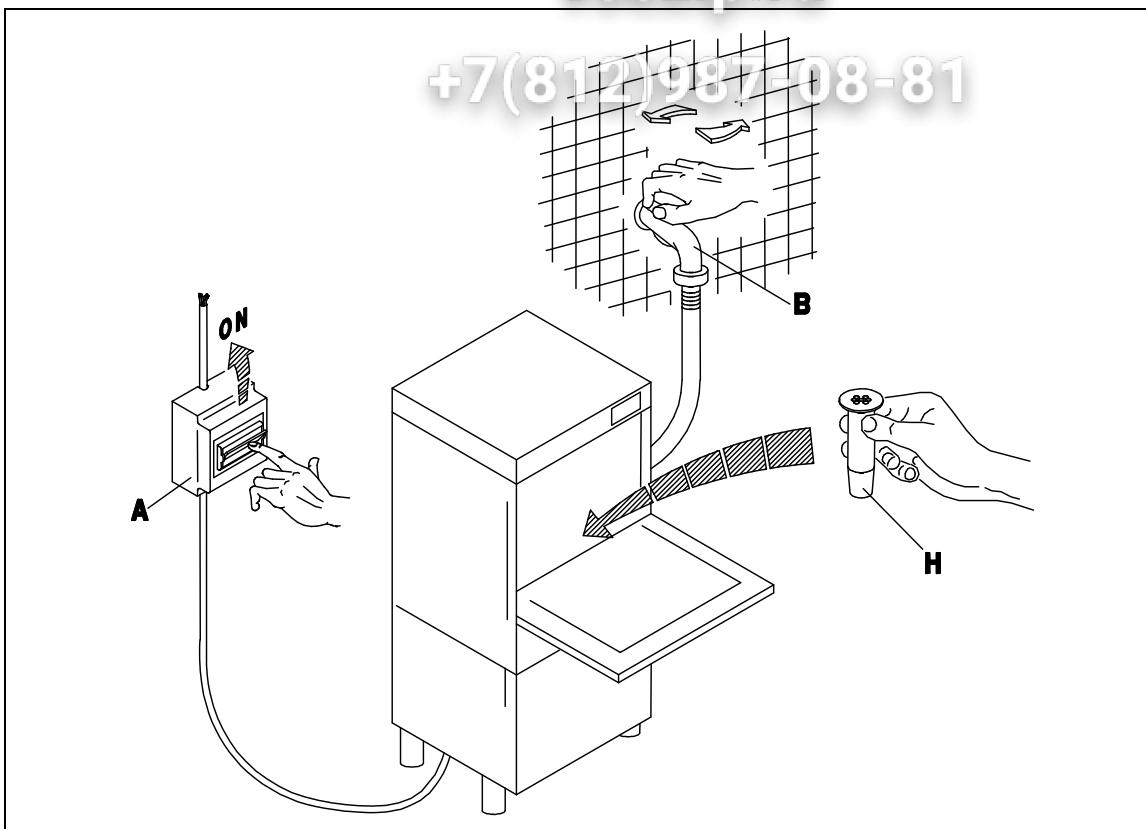

Fig. 3-1
- Aprire il rubinetto dell'acqua (B), inserire l'interruttore generale (A). Attivare l'interruttore principale dell'apparecchio (1), ne conseguirà l'accensione della spia (A) evidenziando che la macchina è sottoposta a tensione. A porta chiusa l'apparecchio si riempie d'acqua e alla fine del carico, si inseriscono automaticamente le resistenze della vasca e del boiler in alternanza. Il funzionamento delle resistenze è reso visibile dall'accensione delle spie (D) ed (E). Quando entrambe le spie si spengono l'acqua avrà raggiunto le temperature impostate e l'apparecchio sarà pronto per iniziare il lavaggio. (fig. 3-1+3-2)
- Turn on the water tap (B) and switch on the master switch (A). Turn the appliance ON switch (1), which will cause the warning light (A) to illuminate, indicating that the machine is live. When the door is closed the appliance fills with water. When it is full, the tub and boiler heating elements come on automatically in alternation. When the elements are activated, the warning lights (D) and (E) are illuminated. When both warning lights go out the water has reached the set temperature and the appliance is ready to begin the washing cycle. (fig. 3-1+3-2)
- Öffnen Sie den Wasserhahn (B) und betätigen Sie den Hauptschalter (A). Beim Betätigen des Hauptschalters (1) am Geschirrspüler wird die Anzeige (A) aufleuchten, an der Sie erkennen können, daß die Maschine unter Spannung steht. Bei geschlossener Tür läuft Wasser in die Maschine; ist die nötige Wassermenge einmal erreicht, so schalten die Widerstände des Spülbehälter und des Boilers automatisch eines nach dem anderen, ein. Der Betrieb der Widerstände wird durch das Aufleuchten der Anzeigen (D) und (E) erkennbar. Beide Leuchtanzeigen erlöschen, wenn das Wasser eine vorbestimmte Temperatur erreicht hat, d. h. wenn die Maschine betriebsbereit ist. (fig. 3-1+3-2)
- Ouvrir le robinet (B) et insérer l'interrupteur général (A). Ouvrir l'interrupteur principal de l'appareil (1), le voyant (A) s'allumera ce qui signifie que la machine est branchée. L'appareil se remplit d'eau avec porte fermée et à la fin du chargement les éléments chauffants de la cuve et du boiler entrent automatiquement en action en alternance. Les voyants (D) et (E) s'allument quand les éléments chauffants fonctionnent. Les deux voyants s'éteignent dès que l'eau a atteint la température programmée et l'appareil est prêt pour commencer le lavage. (fig. 3-1+3-2)
- Abrir el grifo del agua (B), conectar el interruptor general (A). Activar el interruptor principal del aparato (1); el encendido de la luz testigo (A) indica que la máquina está en tensión. Con puerta cerrada el aparato se llena de agua y cuando la carga esté terminada se conectarán automáticamente las resistencias del tanque y de la caldera en la alternación. El funcionamiento de las resistencias es señalado por el encendido de las luces indicadoras (D) y (E). Cuando ambas luces se apaguen, el agua habrá alcanzado la temperatura programada y el aparato estará listo para empezar el lavado. (fig. 3-1+3-2)